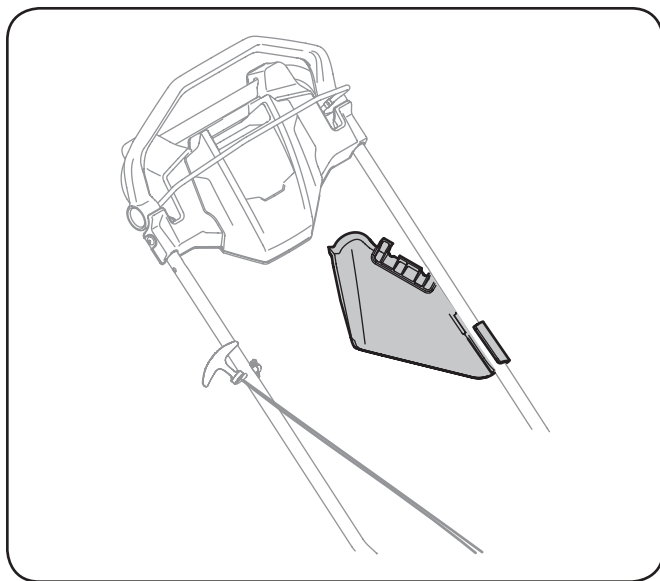

Figure 7-5
- Fixez le déflecteur d'éjection sur la poignée. Voir Figure 7-5.